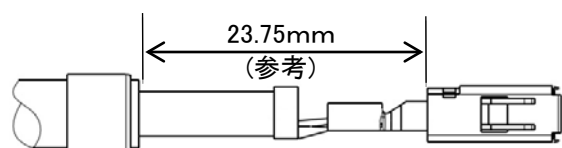

Fig.15
- 5.7. 取付適用規格 114-18148-3 で詳しく記述されている工具・方法・寸法・検査を用いて MCP2.8 ターミナルを装着する。ターミナルボックスの後端はシースの剥離先端からおおよそ 23.75mm(参考)に位置するようにします。(Fig.15 参照)